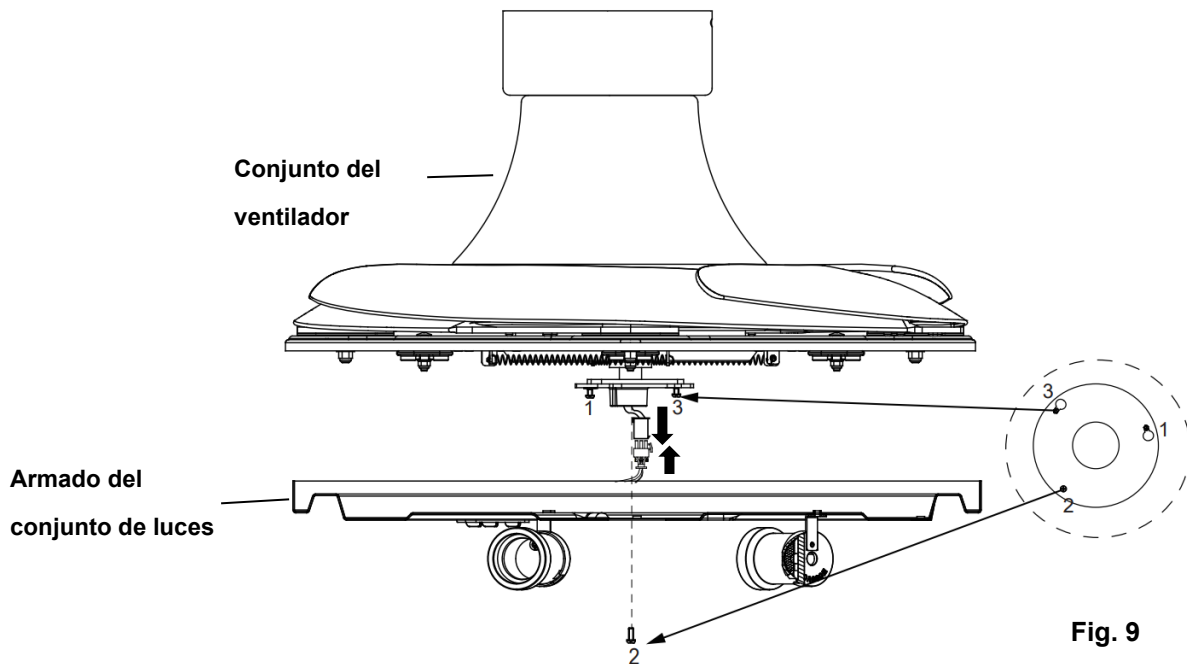

Fig. 9
INSTALACIÓN DEL JUEGO DE LUCES (Fig. 9, 10 y 11)
1. Afloje el tornillo (2) del soporte del ventilador. Alinee los dos tornillos de cabeza ranurada con la ranura (1) y (3) de la placa del juego de luces. (Fig. 9)
2. Gire el kit de iluminación en sentido antihorario hasta que los tornillos de cabeza ranurada queden firmes en el extremo de las ranuras (2).
3. Fije el tornillo (2) al soporte del conjunto de luces. Apriete los tres tornillos. No los apriete en exceso.
4. Conecte el conector rápido del conjunto del ventilador al conector rápido del conjunto del juego de luces (Fig.9).